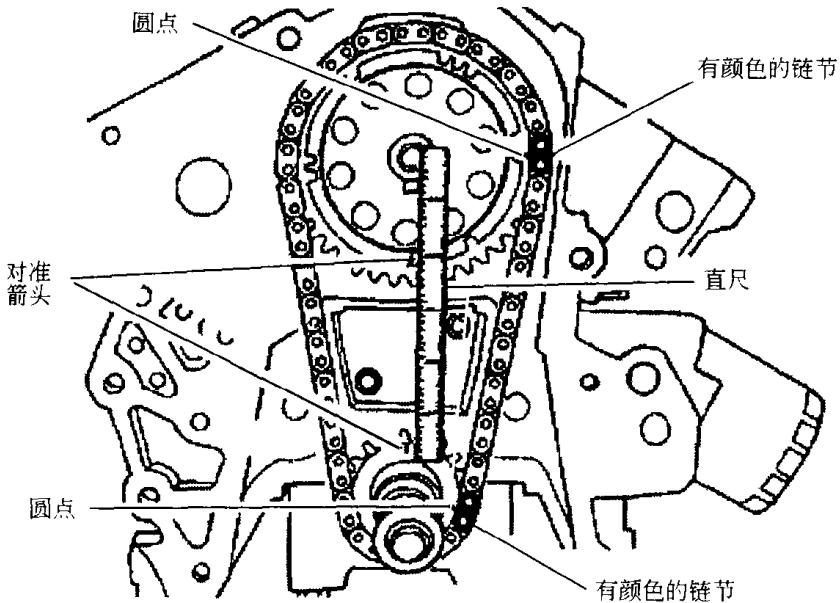

图 1-6
4. 转动曲轴以对准正时标记，拆下凸轮轴链轮螺栓，拆下杯形垫圈、凸轮轴链轮、正时链和曲轴链轮。见图 1-6。